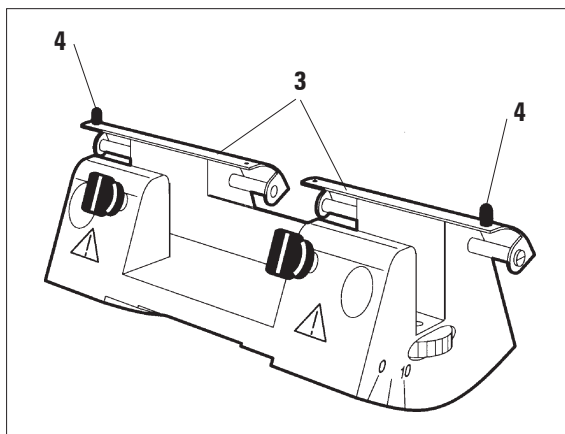

Fig.3
Sulla protezione salvadita (3) del portalama N sono presenti maniglie (4) per effettuarne lo spostamento (fig. 3).